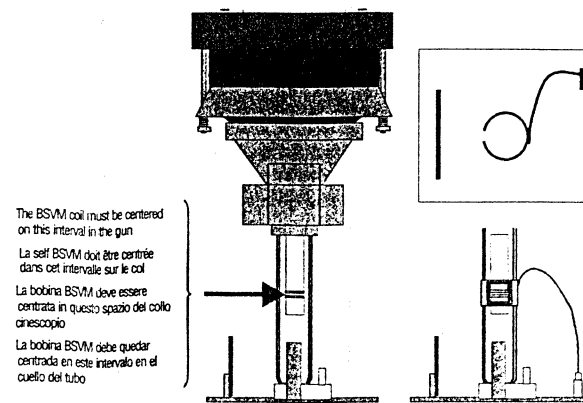
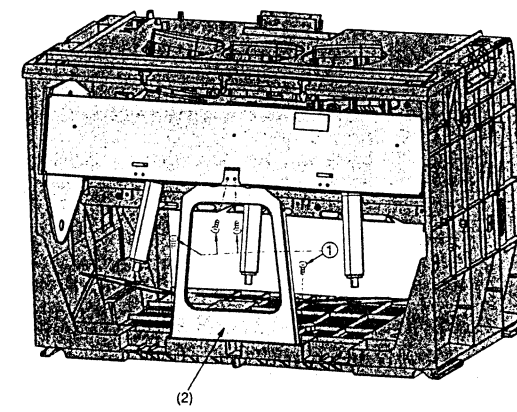

Fig. 4
Fig. 5
8. Remove the screws (1) and the reinforcement part (2) (Fig. 5) from the Kit Box.
- Nach dem Aufsetzen der Ablenkeinheit muß die BSVM-Folienspule, wie in Abb.4 gezeigt, ausgerichtet werden. Die Anschlußkabel sollten sich auf der gleichen Seite wie die Sicherungsschraube A der Ablenkeinheit befinden. Befestigen Sie die Spule mit Klebeband.
- (FR)**
8. Retirer les vis (1) et le raidisseur métal (2) du kit Box (Fig.5).
- Après la mise en place du déviateur repositionner et centrer le flexiboard (Self BSVM) sur le col du tube comme indiqué en Fig.4.
- (IT)**
8. Rimuovere le viti (1) e il supporto (2) (fig5) dal Kit Box.
- (ES)**
8. Quitar los tornillos (1) y el refuerzo (2) (Fig. 5) de la caja soporte